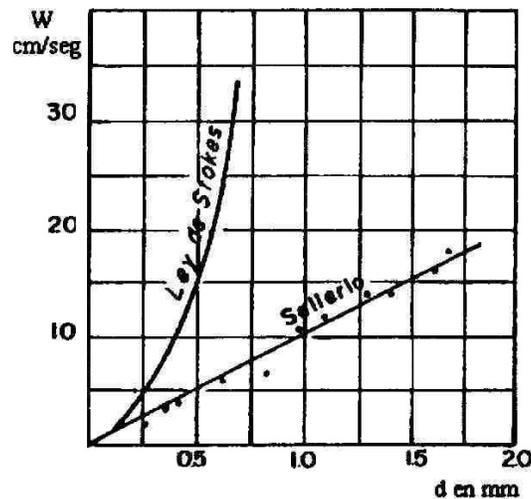

Figura 2. Experiencia de Sellerio
**3.2 La experiencia generado por Sellerio**, la cual se muestra en el nomograma de la figura 2, la misma que permite calcular  $w$  (en cm/s) en función del diámetro  $d$  (en mm).